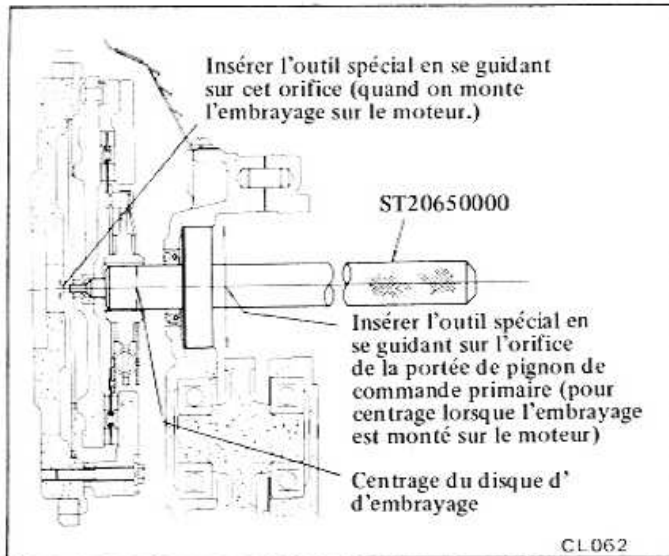

Fig. CL-9 Centrage du disque d'embrayage lorsque le moteur est déposé
2. Lorsque le moteur est déposé, centrer le disque d'embrayage sur l'orifice du plateau de pression en procédant comme ci-dessus et en suivant les indications de la figure CL-9.